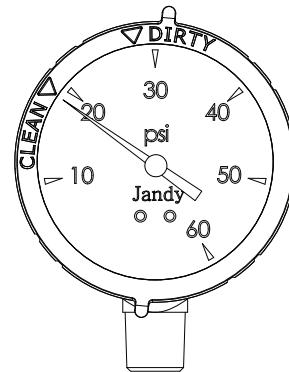

Figura 5. Manómetro con anillo a presión limpia/sucia
9. Despues de que el manómetro se haya estabilizado, gire el anillo de engaste para que la flecha junto a la palabra "CLEAN" (LIMPIO) se alinee con la aguja del medidor. Consulte la Figura 5. A medida que el filtro limpia el agua y el cartucho comience a obstruirse, la presión comenzará a aumentar. Cuando la aguja del manómetro se alinee con la flecha junto a la palabra "DIRTY" (SUCIO) en el engaste, es momento de limpiar el filtro; consulte la Sección 6.3. Esto indica un aumento de presión entre 10 y 12 psi por arriba de la presión inicial original.